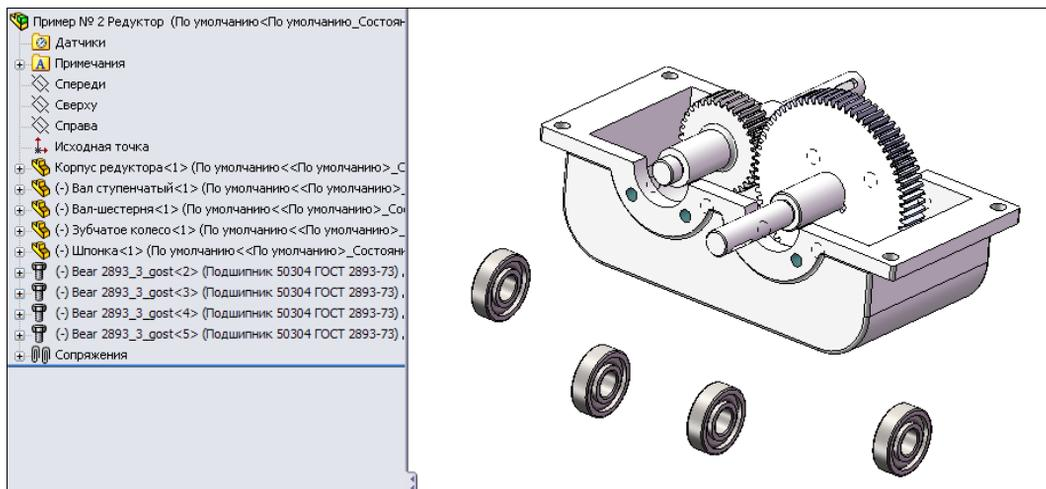

Рис. 6.42
19. Наждем кнопку **ОК** , в результате подшипник окажется в сборке. Подобным образом разместим в сборке еще три подшипника (рис. 6.42).